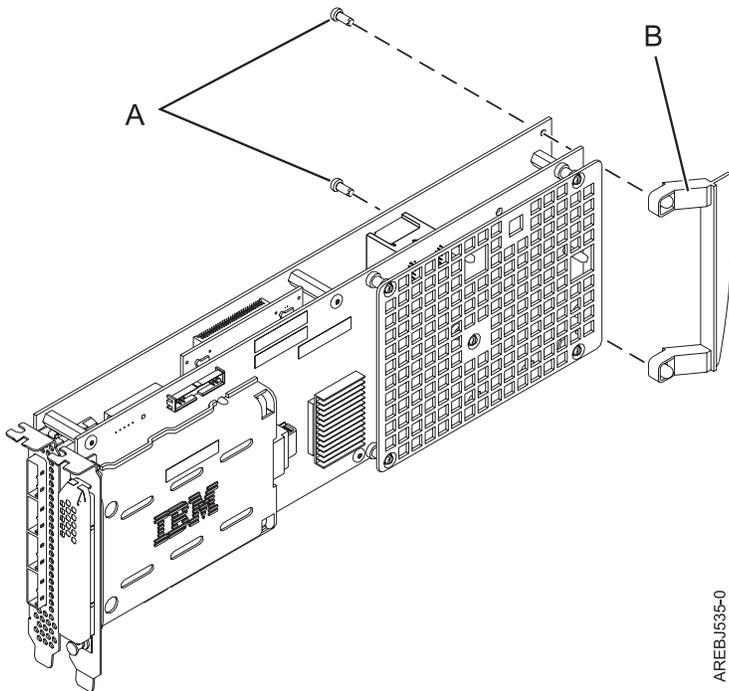

Figura 46. Conexión del asa del adaptador del casete
- a. Extraiga el asa del adaptador **B** según se muestra en Figura 46 en la página 102.